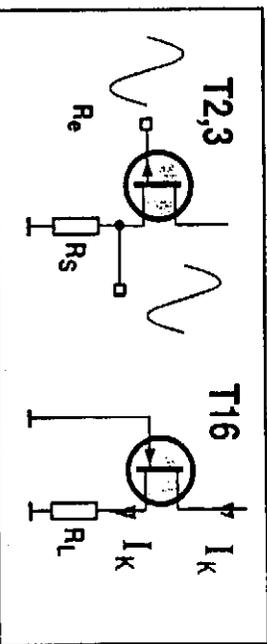

Bild 14: Der Sourcefolger (links) arbeitet wie ein Emitterfolger; rechts die Schaltung einer Konstantstromquelle mit Feldeffekttransistor.
■ Steht man noch genauer hin, dann findet man hier sogenannte Sperrschicht-FETs als Sourcefolger (in der Eingangsstufe) und als Konstantstromquelle vor (zum Aufbau der Stromspiegel-Schaltung; Bild 14). Im Gegensatz dazu verwendet RCA im CA3140 sogenannte Isolatierschicht-FETs in den Eingangsstufen, was einen noch höheren Eingangswider-